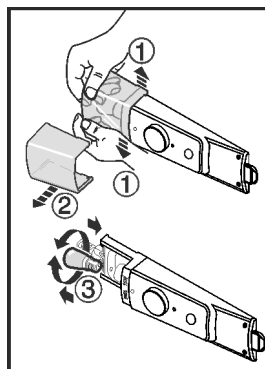

Fig. 10
- Lampenabdeckung nach Abbildung, innen, im vorderen Bereich auseinanderdrücken *Fig. 10 (1)* und zur Seite abziehen *Fig. 10 (2)*.
- Die Lampe auswechseln. *Fig. 10 (3)*